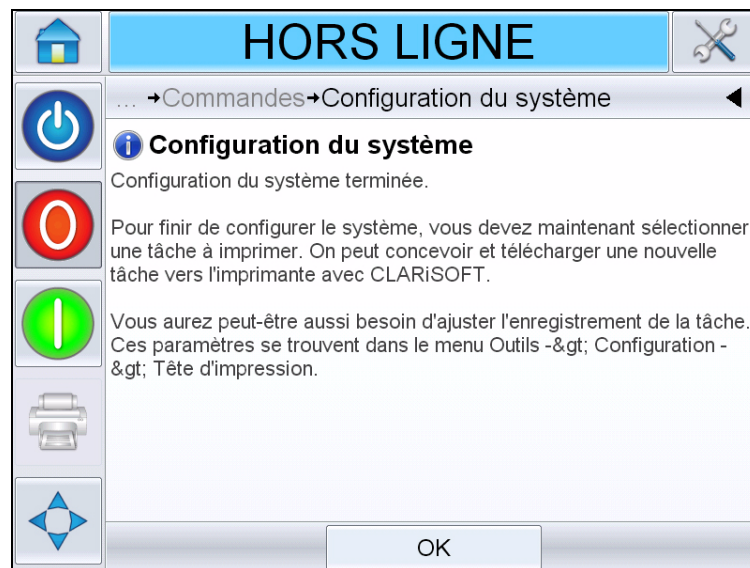

Figure 5-15: Fin de la configuration du système
- 6 Touchez *Suivant* pour terminer la configuration du système (voir Figure 5-15).